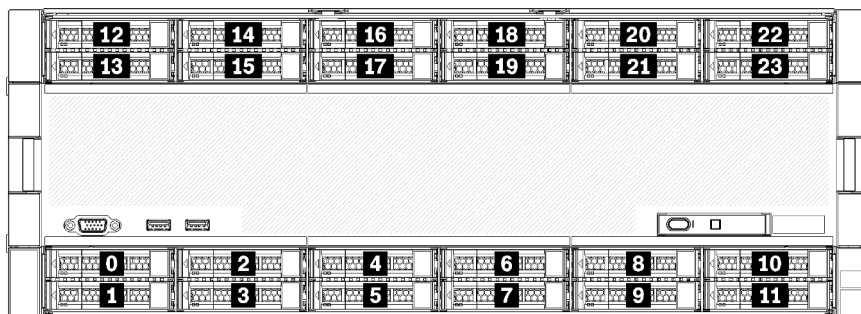

Figura 11. Posizioni dei vani delle unità
- Le due unità superiori supportano unità di interfaccia SAS, SATA o NVMe (Lenovo AnyBay). Il server può supportare fino a 12 unità NVMe, a seconda della configurazione del server. I vani delle unità compatibili con NVMe sono quelli con numeri pari, come mostrato in Figura 11 "Posizioni dei vani delle unità" a pagina 24.